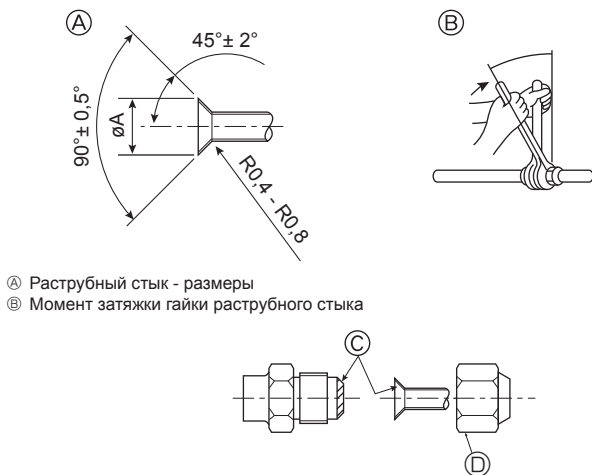

Fig. 4-7
А (Fig. 4-7)
В (Fig. 4-7)
4.4. Соединение труб (Fig. 4-7)
- Нанесите тонкий слой масла хладагента на контактную поверхность труб и соединений перед тем, как затягивать гайку с фланцем. ④
- Для затягивания трубных соединений используйте два гаечных ключа. ⑤
- Нанесите машинное масло охлаждения на всю поверхность области присоединения муфты. ⑥